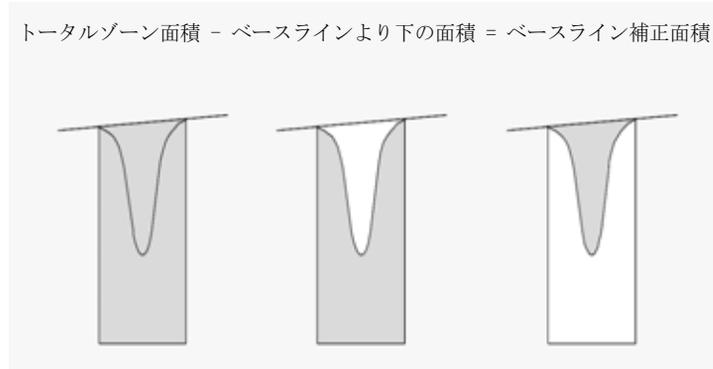

図 26 ネガティブピークの面積測定
- タンジェント (T) ピークの場合、リセットベースラインの上の内積です。
- 溶媒 (S) ピークの場合、最後に見つかったベースラインポイントからの水平延長線の上、タンジェント (T) ピークに与えられたリセットベースラインの下の内積になります。溶媒ピークは遅すぎて認識されないことがあります。または、ライダーのセットにより、溶媒として扱うべきと思われるピークのグループが分析に現れることがあります。これは通常、第一のものが他のものより非常に大きい、重なったピークによって生じます。単純なドロップラインによる扱いは、後者のピークを誇張する結果になります。実際には、それらは第一のもののテールに乗っているからです。第一のピークを強制的に溶媒として認識させることにより、グループの残りはテールからスキムすることができます。
- ベースラインの下に生じたネガティブピークは、103 ページ 図 図 26 のような正の内積を持ちます。